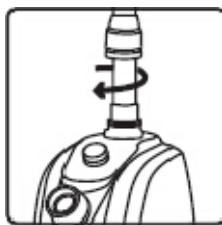

fig.7
3. Introduzca la varilla en el tornillo de fijación de la varilla y, a continuación, atorníllela hasta el final de la base presionando al mismo tiempo. (fig.7)